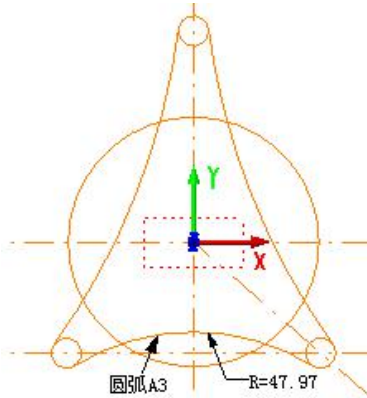

图 3-15 圆弧 A3
- 9、绘制圆弧 A3：点击“【曲线绘制(D)】->【圆弧(A)】”菜单项，采用步骤 7 的方式绘制圆弧 A3，半径为 47.97。绘制结果如图 3-15 所示；